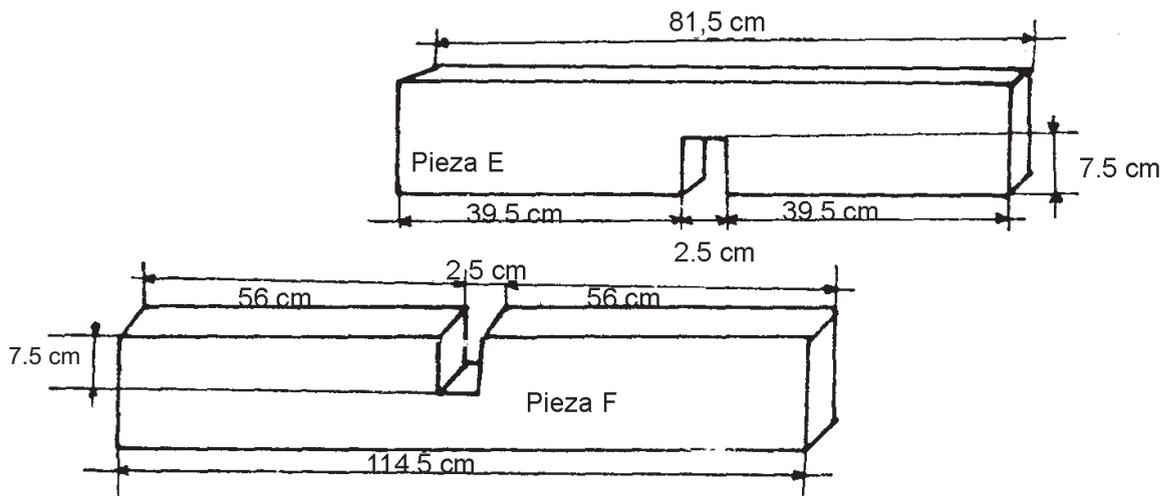

Figura 3
- Corta las tablas de 81.5 y 114.5 cm de largo por su parte media, con un corte de 2.5 cm de ancho y 7.5 cm de largo (figura 3), piezas E y F.